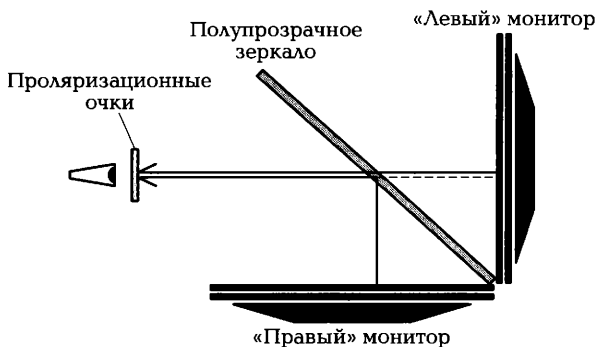

Рис. 4.20. Конструктивная схема зеркального 3D-монитора
*Зеркальные 3D-мониторы* реализуют принцип, основанный на совмещении ортогонально поляризованных изображений двух жидкокристаллических дисплеев с помощью полупрозрачного зеркала и последующего разделения левого и правого изображений стереопары через пассивные поляризационные очки, как показано на рис. 4.20.